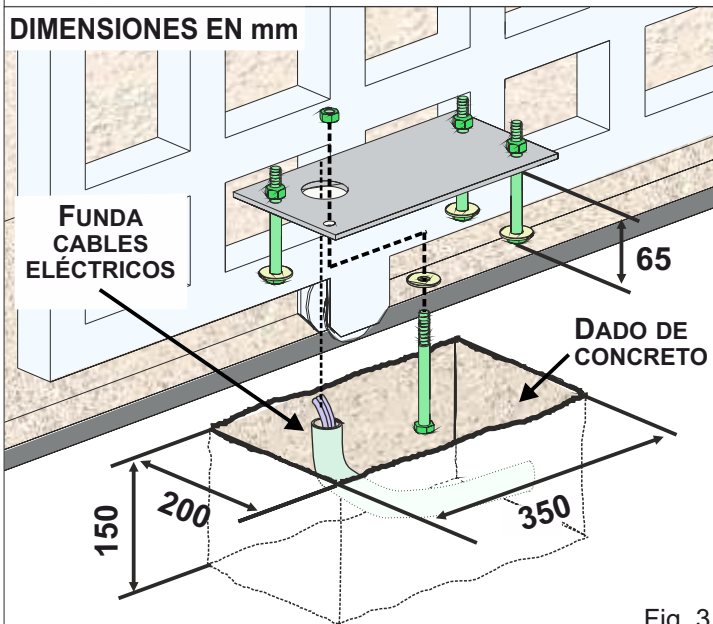

Fig. 3
2.1. Preparar, según las medidas que se muestran en la Fig. 3, una plataforma de hormigón en el cuyo interior se tapiará la placa de base mediante las tuercas de anclaje